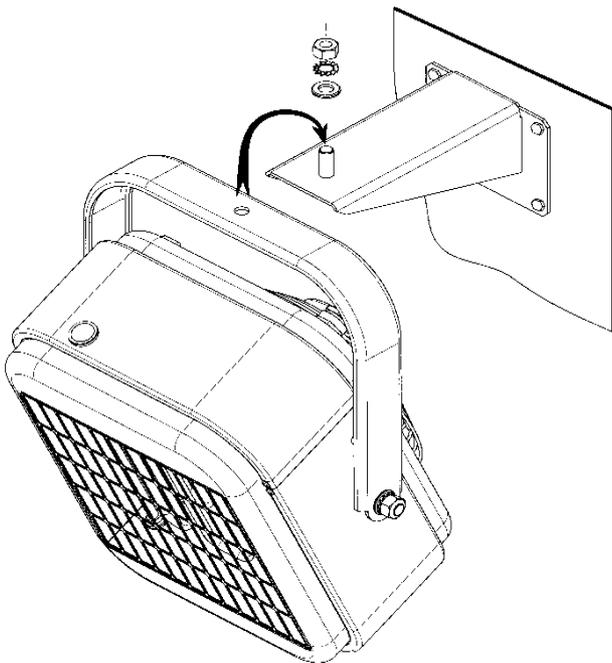

Fig. 3
2. Placer l'aérotherme sur le support (fig.3).